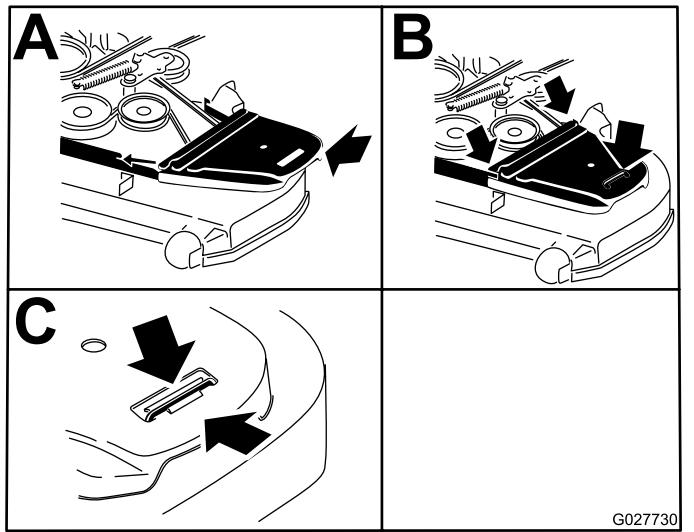

Figura 87
14. Instale las cubiertas de las correas y los pernos que están sujetos a las mismas (Figura 87).